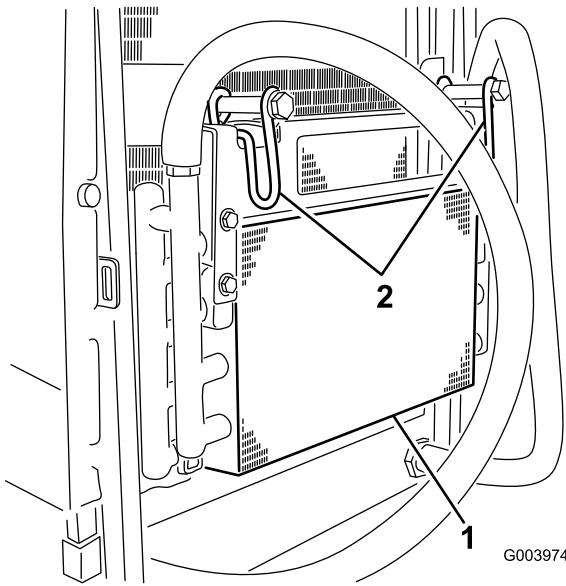

Figura 64
5. Articule os trincos para dentro para libertar o arrefecedor do óleo (Figura 64).